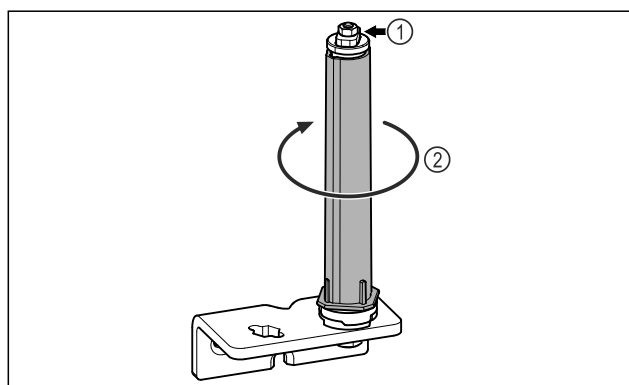

Fig. 18
- ▶ Ne szedje szét az ajtózáro rendszert Fig. 18 (1).
- ▶ Forgassa el a zárórendszert Fig. 18 (2), amíg az be nem kattann.